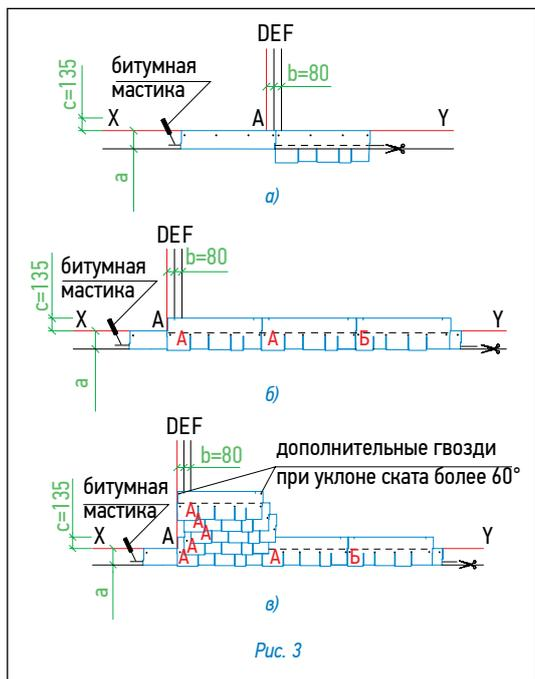

Рис. 3
### Укладка материала (рис. 3)
- далее первый ряд черепицы укладывается от линии AD в следующей последовательности: тип А, тип Б (рис. 3б);
- второй ряд черепицы укладывается от линии E (со смещением 8 см от AD) (рис. 3в);
Каждый лист гибкой черепицы крепится 5 гвоздями в штатных местах таким образом, чтобы гвоздь прошивал и верхний край нижележащего листа черепицы (рис. 3б).